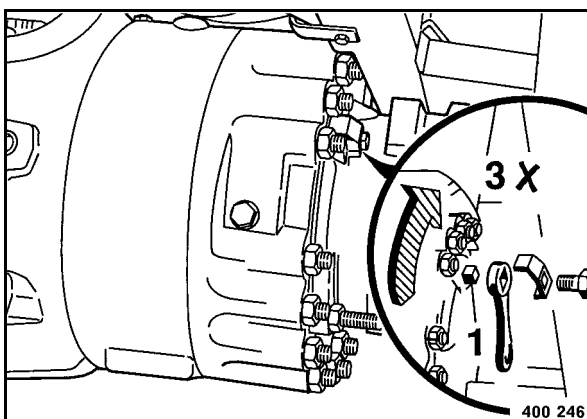

Fig. 225
- Para ajustar el juego hay que girar el cuadrado (1) (Fig. 225) tres vueltas hacia atrás en sentido de las agujas del reloj.